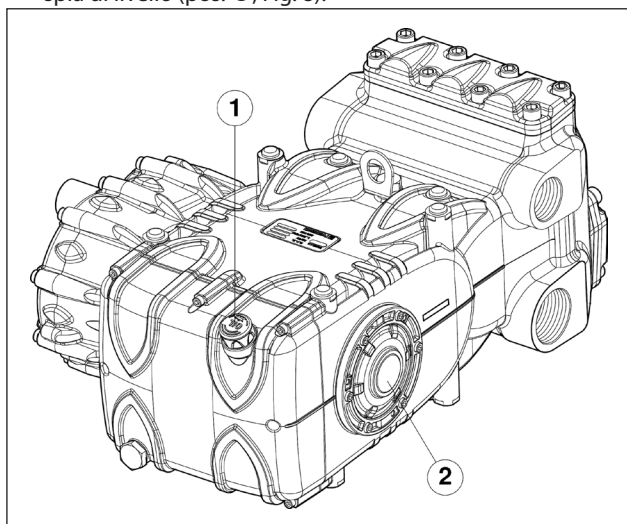

Fig. 8
5. L'olio nel carter pompa sia a livello verificandolo con l'apposita asta (pos. ①, Fig. 8) ed eccezionalmente con la spia di livello (pos. ②, Fig. 8).